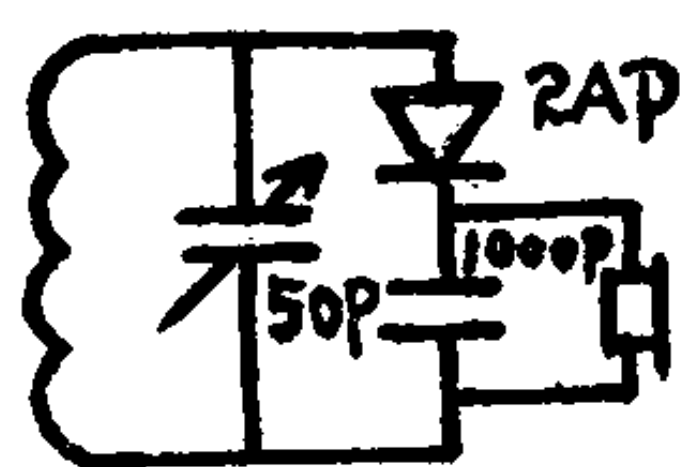

图 64
① 先调音频振荡器。将耳机串联一个.05 μ F 的电容器一端接BG₃的集电极，另一端接地，调整 R₁₀的阻值，正常的情况下，耳机中会发出“嘟——”的声音，如果没有，则说明音频振荡器电路有故障。可在这一级检查。如集电极上有声，再将耳机同样串联一个.05 μ F 电容器接到 BG₂ 的发射极和地之间。如无音频声，则故障在射极跟随器，可检查排除。
② 按图 64 做一个检测器，将检测器的线圈套在